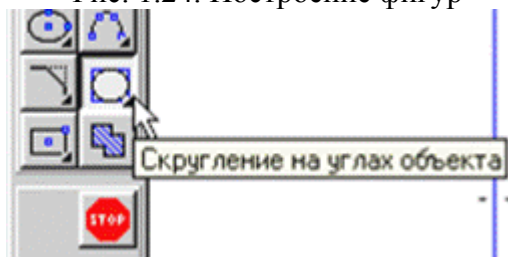
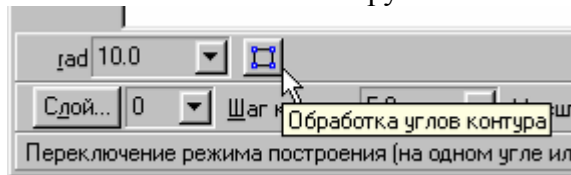

Рис. 1.25. Панель скругление
Рис. 1.26 Панель свойств скругления
4. Выполните скругления с помощью инструмента **Скругление на углах объекта**, воспользовавшись Панелью расширенных команд, рис. 1.25. Установите радиус скругления равный 10 мм и включите кнопку **Обработка углов контура** на всех четырех углах, рис. 1.26. После установки параметров скруглений щелкните мышью на любой из сторон построенного прямоугольника.